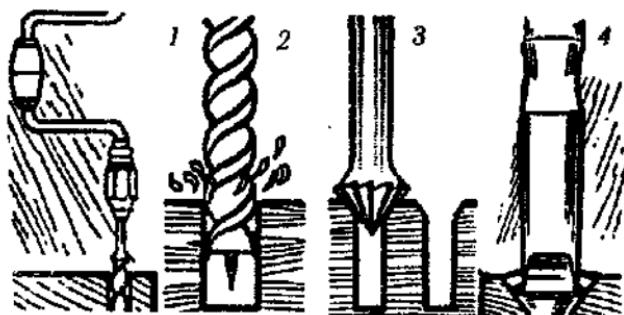

Рис. 29. Операции при ввинчивании шурупов: 1, 2 — рассверливание под шурп; 3 — раззенковка; 4 — ввинчивание.
- ✓ *Предварительное рассверливание и утапливание головок* (рис. 29). Для малых шурупов отверстие прокалывают столярным шилом, для больших — рассверливают. Диаметр сверла должен быть немного меньше диаметра шурупа. Глубина сверления — $\frac{2}{3}$ длины шурупа и даже **больше**, если дерево твердое. Шурупы с потайными головками утапливаются. Раззенковку делают зенковкой (сверлом с конической режущей частью), большим спиральным сверлом и даже стамеской.